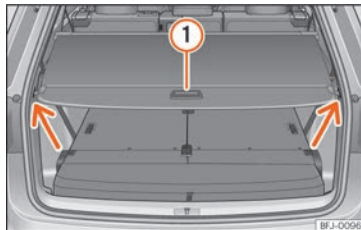

Abb. 152 Im Gepäckraum: Gepäckraumabdeckung geschlossen.
- Abdeckung am Griff »» Abb. 152 ① etwas nach hinten ziehen und nach oben aus der Halterung (Pfeile) nehmen. Abdeckung vorsichtig von Hand nach vorne führen.